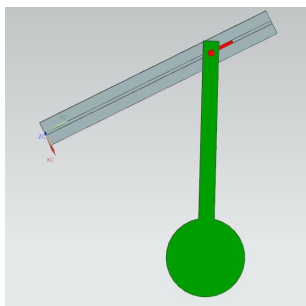
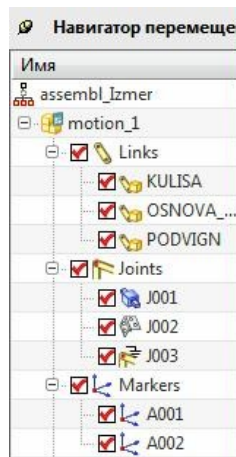
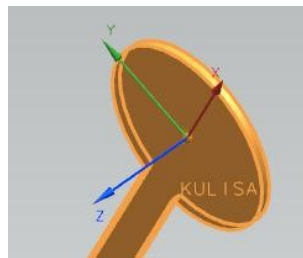
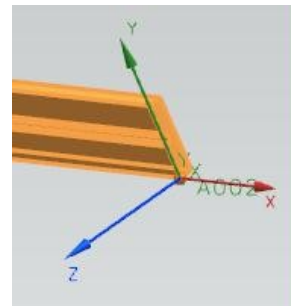

Рис.34
рис.35
рис.36
рис.37
- Для начала из учебной директории выполните готовый **Prim\_Kulisa** (рис.34,35).
- Нам сейчас важно отметить, что для будущих измерений в этом примере вы должны поставить два маркера **A001** и **A002** (рис.35). Как эти маркеры ставят – мы рассмотрим ниже, а сейчас важно понять – зачем они нужны. Повторим, маркеры – это *локальные системы координат*. В нашем примере одну такую локальную систему координат мы поставили в центре зеленого маятника (рис.36), а вторую - на конце серой штанги (рис. 37). Эти локальные системы координат мы ориентируем таким образом, чтобы впоследствии было удобно измерять различные углы между ними. А точнее – между их осями X. Угол, на который зеленый маятник будет отклоняться относительно серой штанги, будет измеряться как угол между осями X обеих маркеров.
- Вспомним, что в нашем исходном примере (рис.34) в свое время мы поставили два маркера (рис.36, 37).